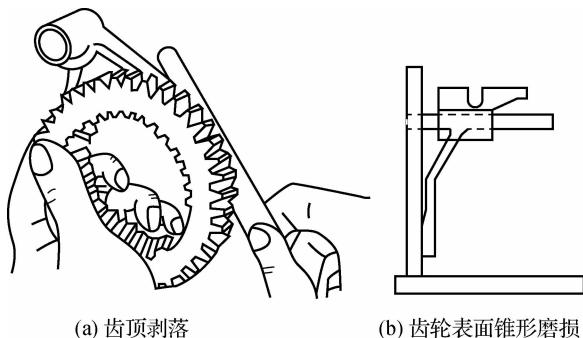

图 6-6 检查变速器拨叉
(4)若上述检查正常,再检查变速杆、拨叉是否磨损、变形,拨叉紧固螺钉是否松动,如图 6-6 所示。如有严重磨损、变形或松动,应修复或更换。